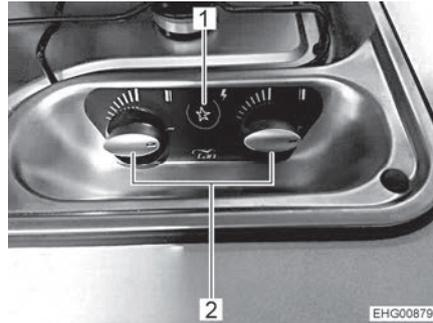

Fig. 130 Elementos de mando para la cocina de gas
- Girar el regulador giratorio (Fig. 130,2) correspondiente al quemador deseado a la posición de encendido (llama alta).
- Pulsar el conmutador a presión (Fig. 130,1). En el quemador se producen chispas de encendido.